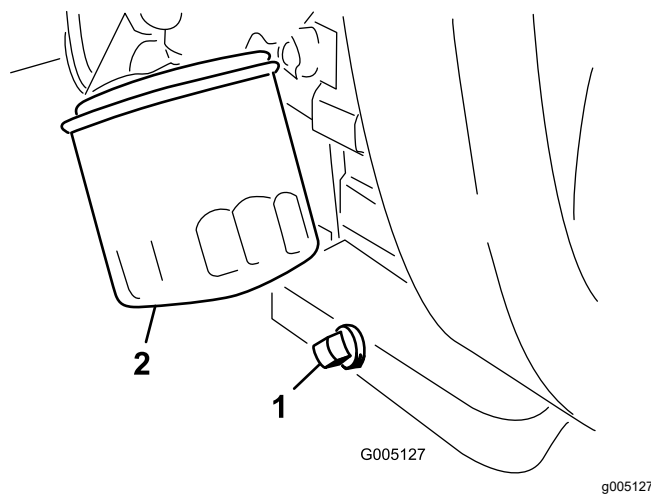

Figure 42
2. Nettoyez le filetage du bouchon de vidange, enduisez-le de produit d'étanchéité au PTFE et remettez le bouchon en place (Figure 42).
3. Déposez le filtre à huile (Figure 42).
1. Retirez le bouchon de vidange (Figure 42) et laissez couler l'huile dans un bac de vidange.